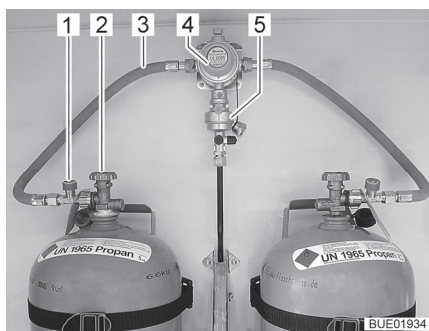
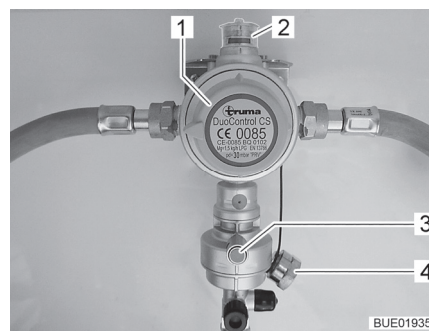

Fig. 43 Bombole del gas con DuoControl
Fig. 44 Impianto di regolazione DuoControl
L'impianto di regolazione DuoControl consiste in una valvola di commutazione (Fig. 43,4) e un sensore crash (Fig. 43,5). L'impianto di regolazione DuoControl è installato tra i tubi flessibili del gas (Fig. 43,3) con un dispositivo antirottura del tubo flessibile (Fig. 43,1). Con la manopola (Fig. 44,1) sulla valvola di commutazione è possibile stabilire quale delle bombole del gas viene utilizzata come bombola in uso e quale come bombola di riserva. Nella finestra di controllo (Fig. 44,2) viene visualizzato lo stato del rifornimento di gas:
Il funzionamento con una sola bombola del gas è consentito, ma in questi casi il collegamento aperto deve essere assolutamente chiuso con una copertura cieca (Fig. 44,4).
Il sensore crash blocca l'alimentazione del gas in caso di forti vibrazioni (es. incidente). Il sensore crash viene azionato mediante pressione del tasto reset verde (Fig. 44,3).
Il dispositivo antirottura del tubo flessibile (Fig. 43,1) blocca il flusso di gas quando il tubo flessibile collegato si rompe. Il dispositivo antirottura del tubo flessibile deve essere attivato premendo il tasto verde.
Tramite la centralina di controllo (Fig. 45) è possibile attivare e disattivare l'alimentazione del gas tramite l'impianto di regolazione DuoControl. Le valvole principali di arresto (Fig. 43,2) delle bombole del gas e i rubinetti di arresto del gas degli apparecchi devono essere aperti manualmente.
- Con la manopola (Fig. 44,1) sulla valvola di commutazione selezionare la bombola del gas, da cui proviene la principale alimentazione del gas (bombola in uso). Girare la manopola fino all'arresto.
- Aprire le valvole principali di arresto (Fig. 43,2) delle bombole del gas.
- Premere il tasto verde del dispositivo antirottura del tubo flessibile (Fig. 43,1). Nella finestra di controllo (Fig. 44,2) viene visualizzato il simbolo verde.
- Chiudere le valvole principali di arresto (Fig. 43,2) delle bombole del gas.
Se la spia di controllo verde (Fig. 45,6) si spegne durante il funzionamento e la spia di controllo rossa (Fig. 45,5) si accende, significa che la bombola in uso è vuota e deve essere sostituita. Nella finestra di controllo (Fig. 44,2) viene visualizzato il simbolo rosso. La bombola di riserva continua ad alimentare le utenze a gas.
- Ruotare di mezzo giro la manopola (Fig. 44,1) in direzione della bombola del gas utilizzata. In questo modo questa bombola del gas ora è la bombola in uso, mentre la bombola del gas vuota diventa la bombola di riserva. Il simbolo nella finestra di controllo (Fig. 44,2) passa da rosso a verde.
- Chiudere la valvola principale di arresto (Fig. 43,2) della bombola del gas vuota. Osservare la direzione della freccia.
- Premere il tasto verde del dispositivo antirottura del tubo flessibile (Fig. 43,1).